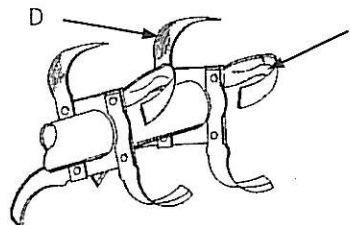

Fig 8
Les Rotavators HR3 sont équipées de LAMES HOWARD ref. 9941/9942. (Fig 8).
Le rotor spéciale est avec 4 lames per flasque. Pour remplacer les lames usées priere suivre des indications de la fig.8